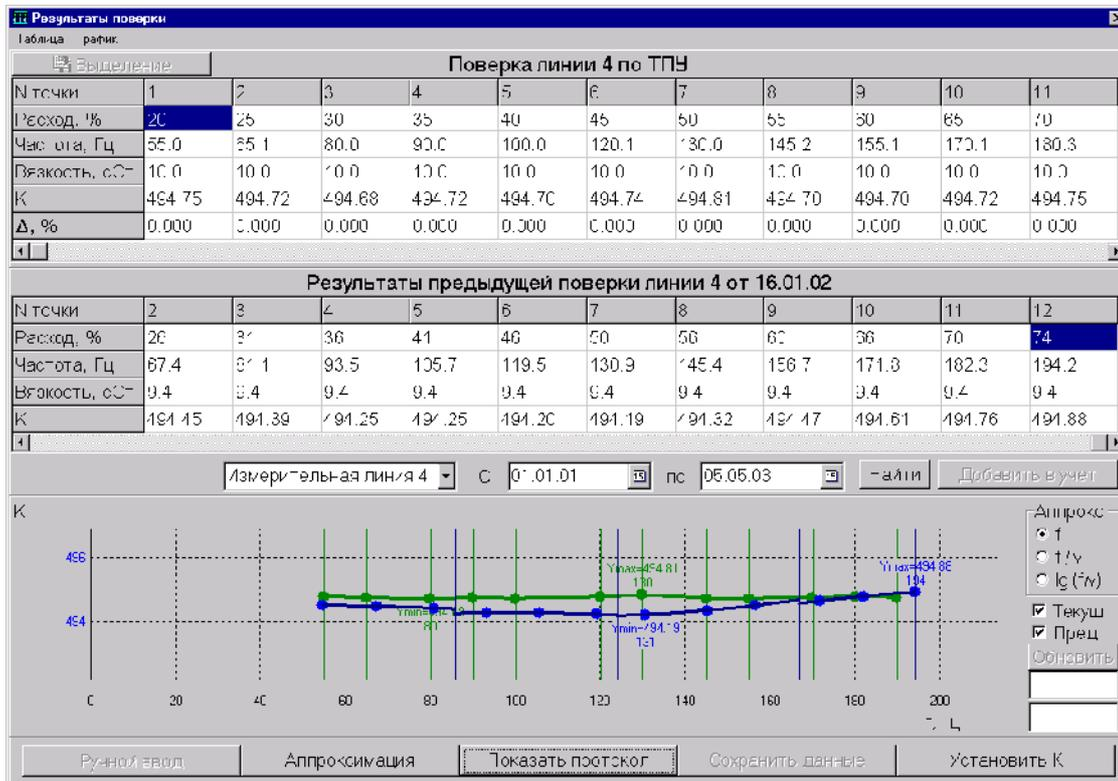

Рис. 40
3.14.3.1 При нажатии на экране **ПОВЕРКА** кнопки **Результаты** выводится окно **Результаты поверки (сличения)** (Рис. 40). Окно содержит таблицу основных результатов текущей поверки (сличения). По этой таблице можно проанализировать результаты поверки (сличения) и сформировать протокол.